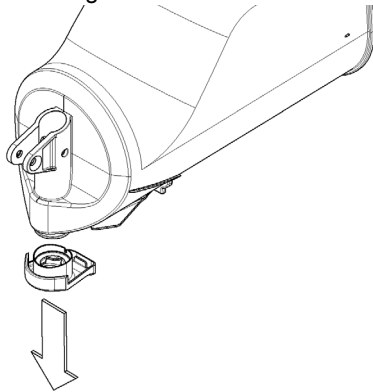

Bild 8
- 7 Den Durchflussbegrenzer des Behälters entfernen (Bild 8).
- 3 Den Zapfhahn gegenteilig zum Ausbau in (Bild 8) wieder am Behälter montieren.